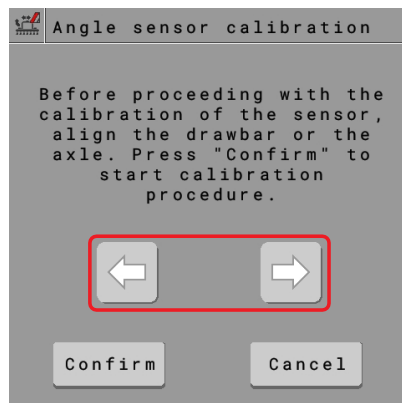

Fig. 63
- Følg de viste instruktioner, og tryk på **Confirm** (fig. 63).